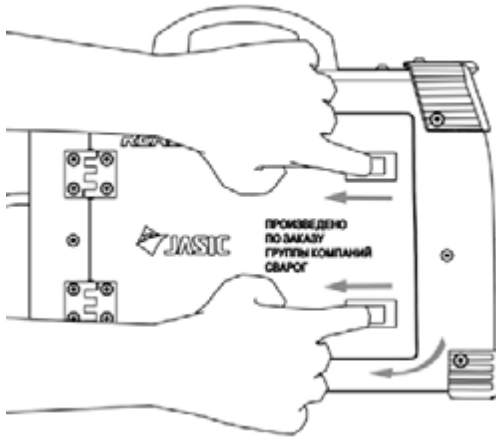

Рис. 9.7 Открытие дверцы сварочного аппарата.
6. Одновременно двумя руками потяните защелки дверцы на себя, откройте дверцу сварочного аппарат (См. рис. 9.7).